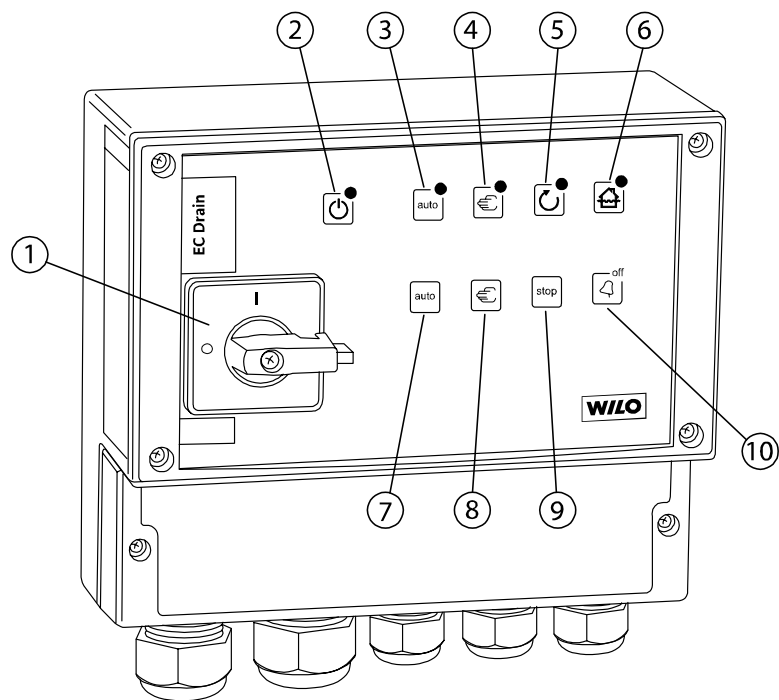
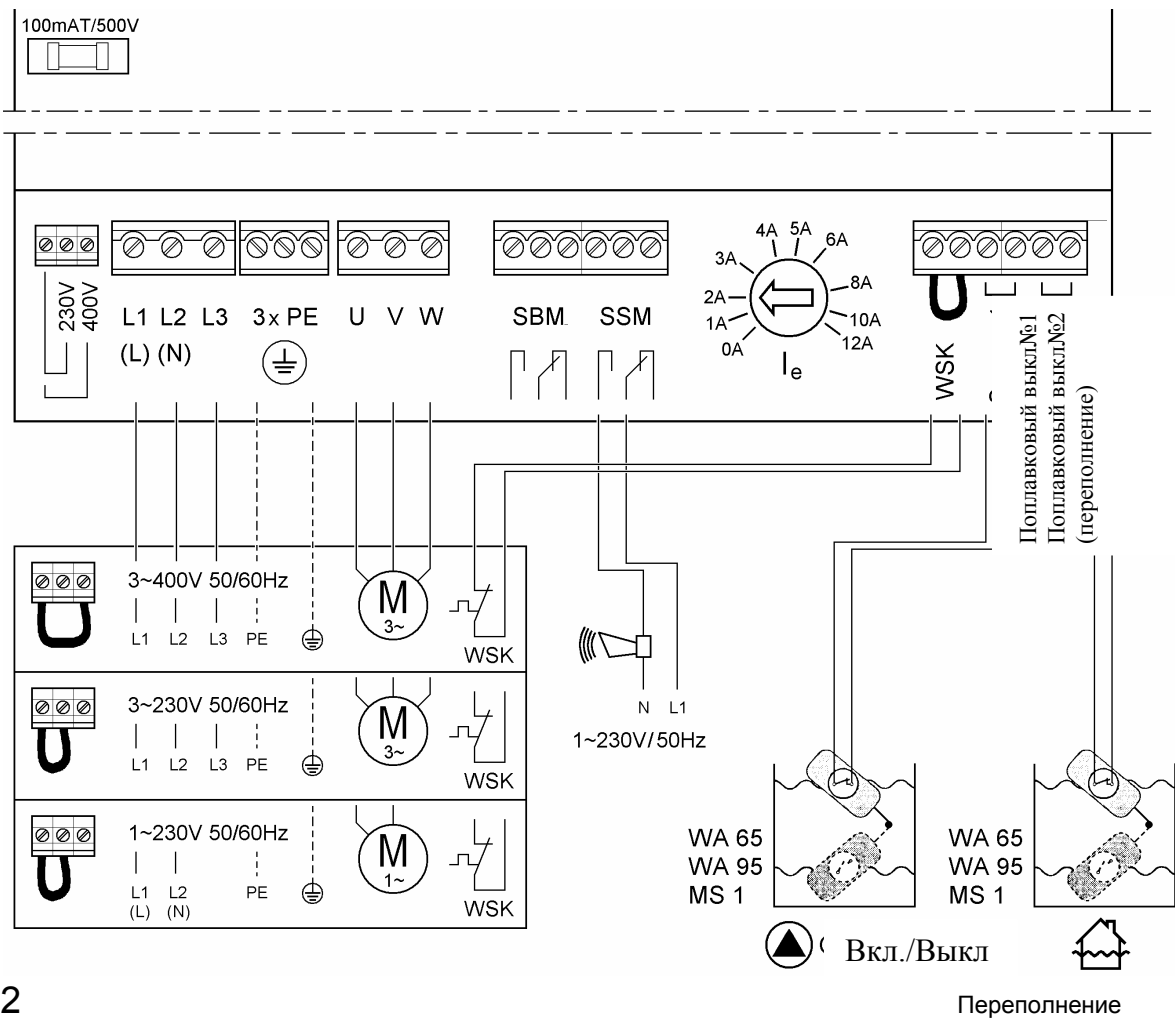

Рис. 1
Рис. 2
■ **Сигнал тревоги при переполнении**:Чтобы сигнал тревоги при переполнении мог срабатывать, необходимо подключить поплавковый выключатель (принадлежности) к клеммам (см.рис.2, поплавковый выключатель№ 2“).При срабатывании поплавкового выключателя на приборе горит индикатор (см.рис.1,Поз.6) и подается звуковой сигнал ,происходит принудительное включение насоса.
5.2 Электрическое соединение (см. рис. 2)
Клеммы для выбора напряжения согласно рис. 2 соединить на плате по схеме моста.
Клеммы для выбора напряжения согласно рис. 2 соединить на плате по схеме моста (заводская установка).